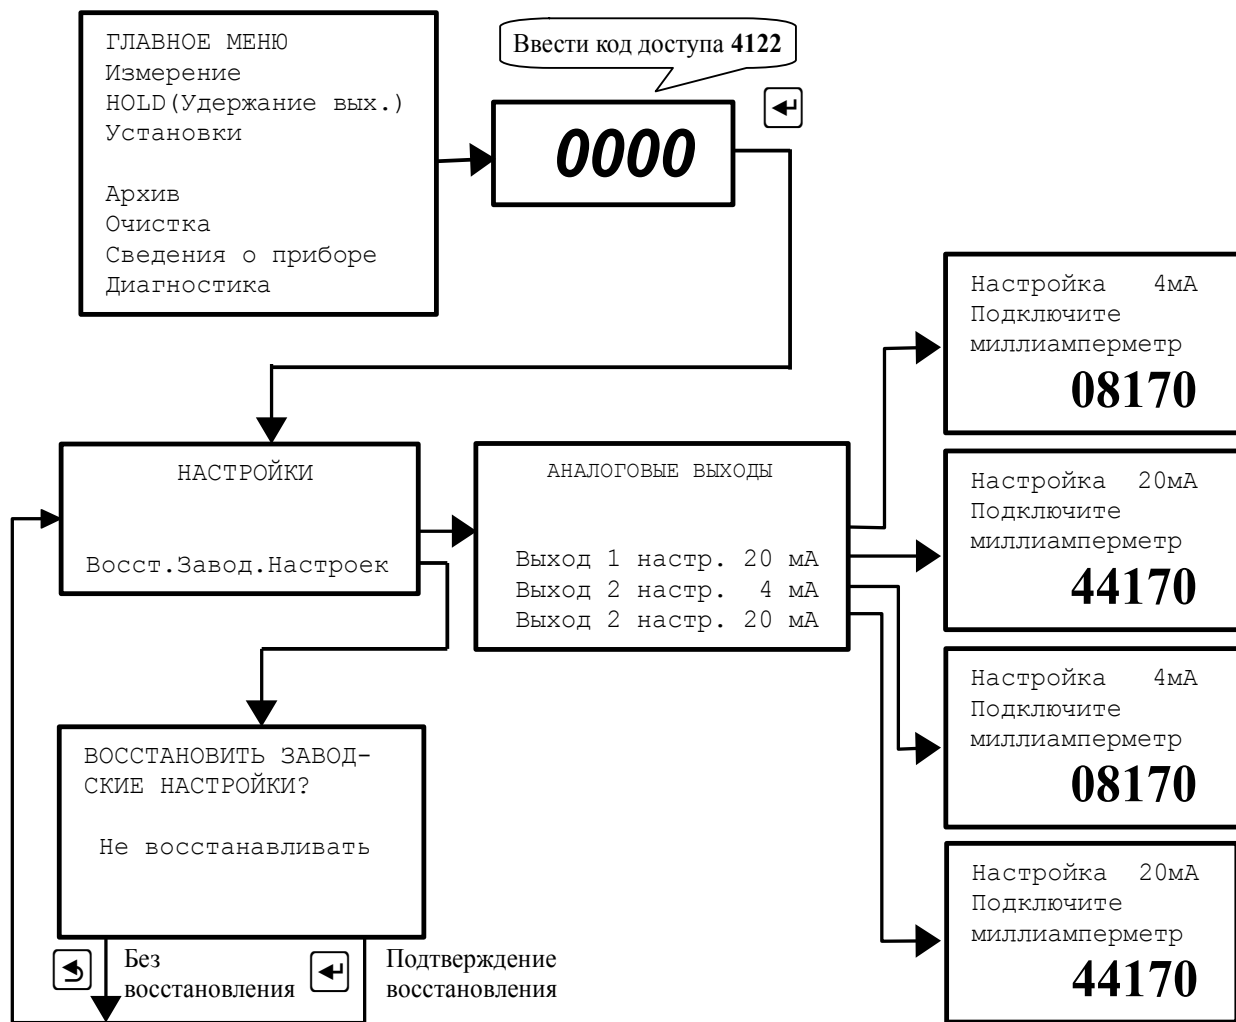

Рисунок 17 - Меню «НАСТРОЙКИ»
3.3.4.1 Вход в это меню защищён паролем, поскольку в нём возможно изменение метрологических настроек рН-метра. Для входа в меню необходимо ввести код доступа «4122», выбрать действие и подтвердить кнопкой  (Рисунок 17).
3.3.4.2 В этом меню в случае отклонения метрологических характеристик рН-метра по выходному току могут быть подстроены аналоговые выходные сигналы. Для этого каждый аналоговый выход ИП должен быть подключен к миллиамперметру. Для каждого выхода должны быть настроены значения токов 4 мА и 20 мА. Процедура настройки изображена на Рисунок 17.